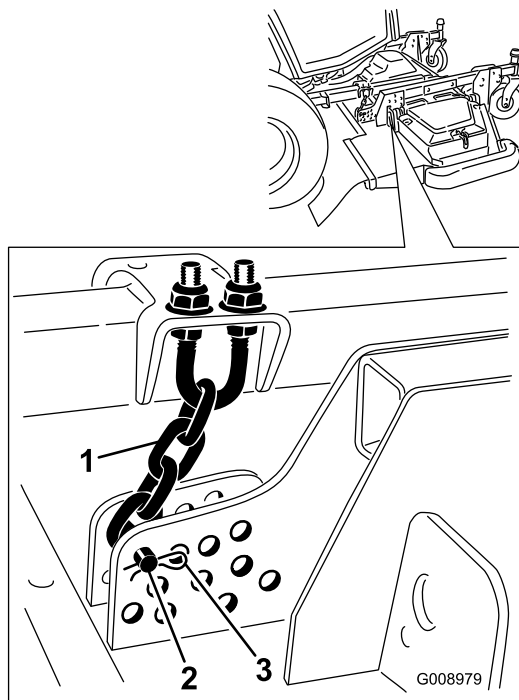

Figura 20
9. Retire el pasador de horquilla y el pasador que fijan las cadenas de ajuste de la altura de corte a la parte trasera de la unidad de corte (Figura 20).